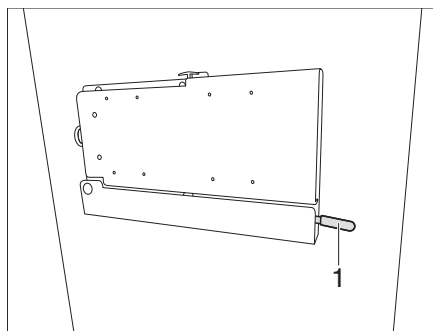

Figure 125 Support à bras articulé (variante 3)
- Pousser le levier (Figure 125,1) vers le bas.
- Repousser le levier (Figure 125,1) vers le dispositif de blocage vers le haut.